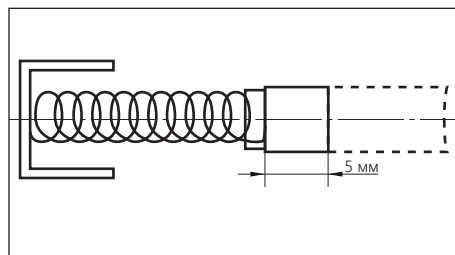

Рисунок 15.
- замените щетку, если пружина повреждена или графитовая поверхность изношена (длина менее 5 мм (рис. 15);